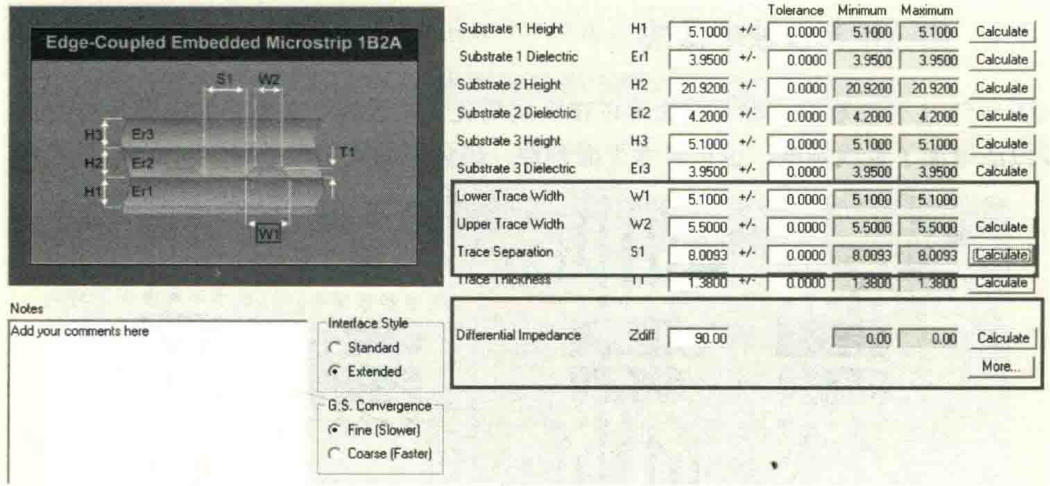

图 9-56 90 欧姆差分阻抗计算结果
(4) 需计算内层（以第 3 层为例）90 欧姆差分阻抗走线线宽与间距，如图 9-56 所示，选择内层差分阻抗模型，根据压合叠层数据，填入已知参数，然后通过阻抗要求，调整线宽和间距，分别计算，考虑到板卡设计难度可以微调阻抗在准许范围之内即可。